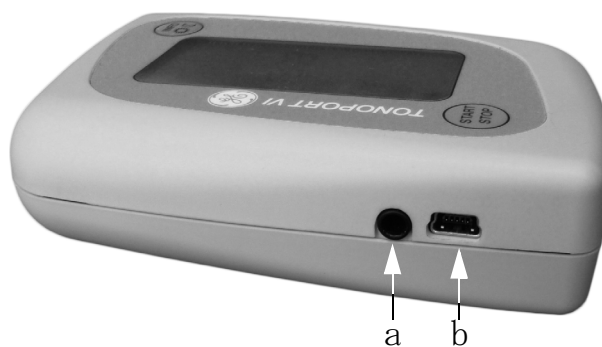

図 5-1 PC ケーブルの接続
- TONOPORT VI の USB ポートを使用する場合はケーブル 2001589-040 (図 5-1 の b)
- TONOPORT VI のシリアルポートを使用する場合はケーブル 2001589-011 (図 5-1 の a)
TONOPORT VI の *USB* ポート (図 5-1 の b) を使用するには、*USB* ドライバをインストールし、下記に従って通信を確認する必要があります。